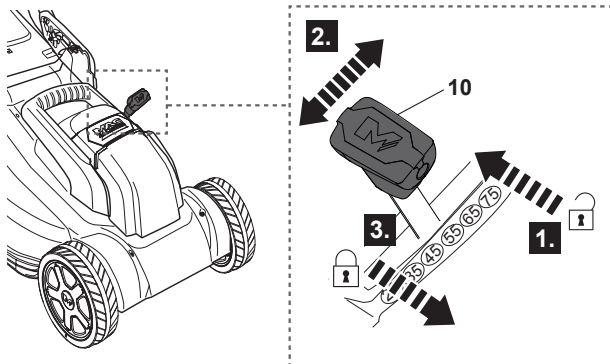

Fig. 8
- > Empuje la palanca de ajuste de altura (10) hacia el producto (paso 1) y muévala a la altura de corte deseada (Fig. 8, paso 2).